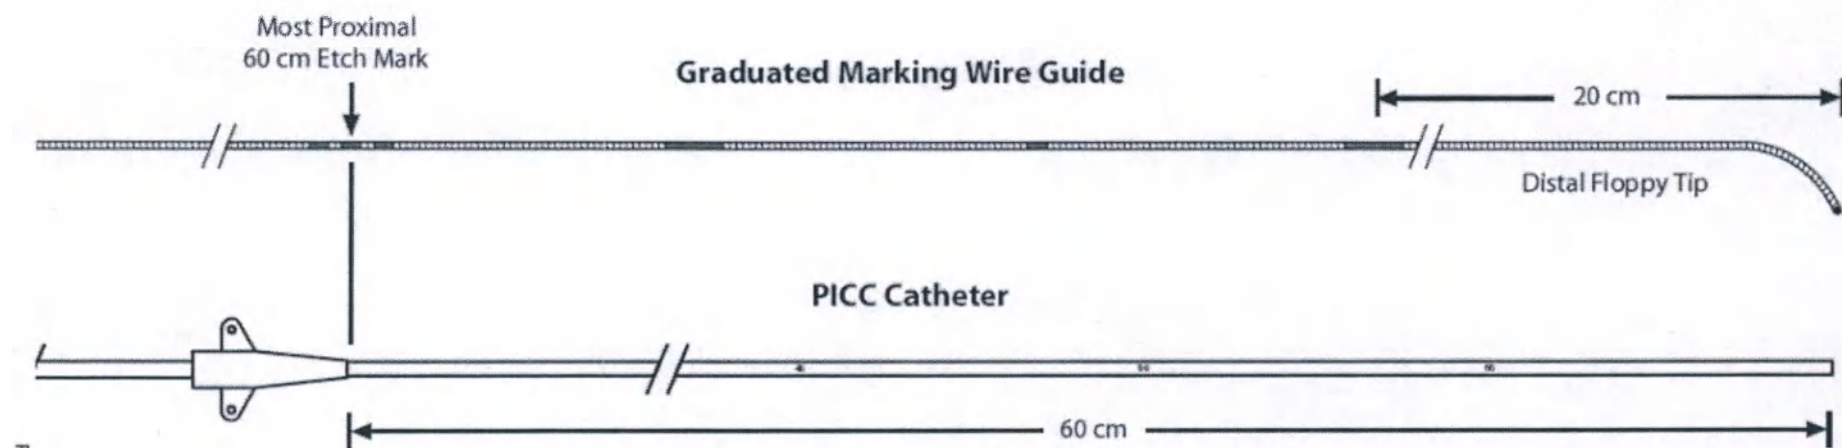

Fig. 5
5. Под контролем рентгеноскопии определите правильную длину катетера, продвигая проводник к целевому участку для наконечника катетера. Когда кончик проводника размещен правильно, используя проксимальную часть проводника, которая дальше от пациента, измерьте расстояние на проводнике и отметками минимального движения (третей) и участком пункции. (Дистальные 60 см проводника имеют отметку 5 см, с отметкой, расположенной на расстоянии приблизительно 60 см) (Рис. 5) Обрежьте катетер до нужной длины (60 см минус X см). Изначальная длина катетера Turbo-Flo - 60 см.